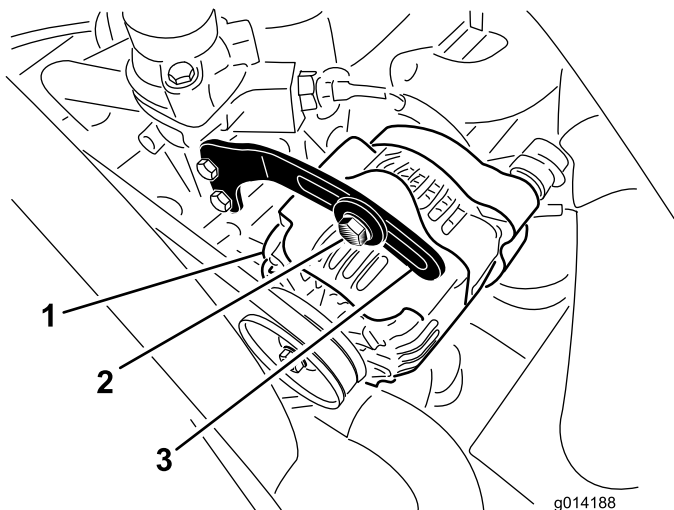

Bild 46
2. Prüfen Sie die Spannung des Treibriemens, indem Sie eine Kraft von 10 kg in der Mitte zwischen der Lichtmaschine und der Kurbelwellenscheibe ansetzen (Bild 46).
3. Lockern Sie die Schraube, mit der der Bügel an der Lichtmaschine befestigt ist, und den Gelenkbolzen der Lichtmaschine (Bild 46).